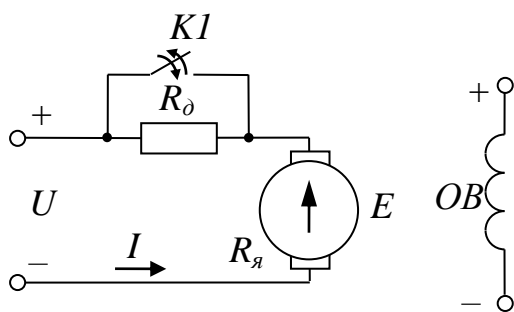

Рисунок 3.30 – Импульсное регулирование добавочного сопротивления
4.1 Импульсное регулирование сопротивления добавочного резистора в цепи якоря путем периодической коммутации ключа К1 по определенному закону (рисунок 3.30);